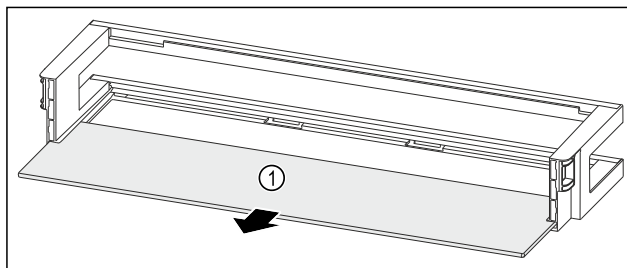

Fig. 91 Polica u vratima s policom za odlaganje
- ▶ Izvadite policu Fig. 91 (1).